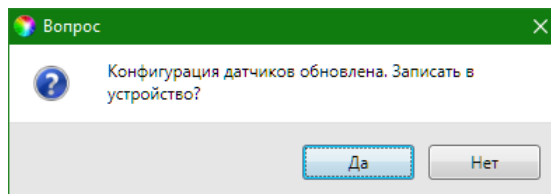

Рис. 4.17. Окно *Вопрос*
- В случае успешного поиска считывателя откроется окно *Вопрос* (рис. 4.17). Нажмите кнопку **Да**, чтобы записать обновившуюся конфигурацию радиоустройств в контроллер.